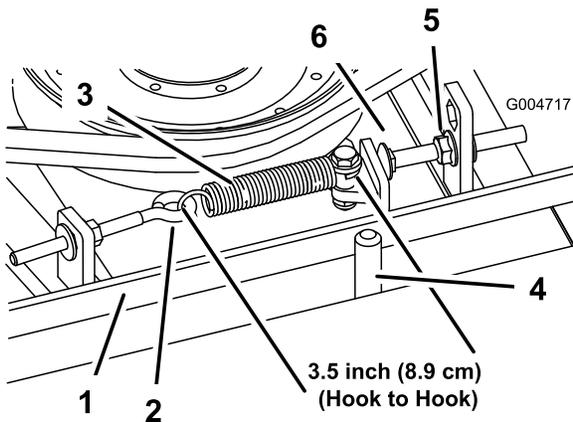

Figure 99
Lorsque le ressort d'extension est correctement tendu, l'intérieur doit mesurer (d'un crochet à l'autre) entre 8,3 et 9,5 cm. Lorsque le ressort est correctement tendu, ajustez le boulon de butée (boulon de carrosserie) jusqu'à obtention d'un jeu d'environ 2 à 5 mm entre la tête du boulon et le bras de tension (Figure 99).
**Remarque:** La courroie doit être placée du côté ressort du guide (Figure 99).
2. Desserrez le boulon à œil pour pouvoir enlever le ressort d'extension (Figure 99).
3. Desserrez l'écrou à embase qui fixe le boulon de butée à la patte de montage, et écartez la poulie de tension de la courroie pour détendre cette dernière (Figure 99).
9. Raccrochez le ressort d'extension (Figure 99) au boulon à œil et tendez la courroie comme suit :